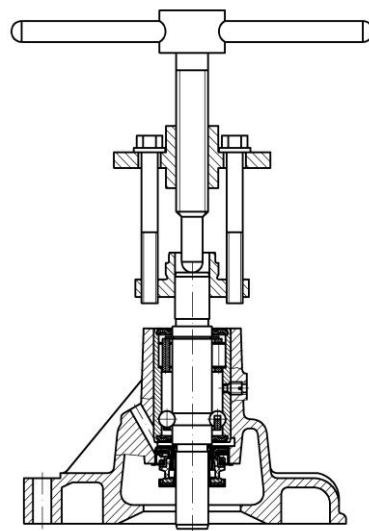

Рисунок 71. Снятие ступицы
- с помощью специального приспособления снять ступицу шкива насоса (рис.71);